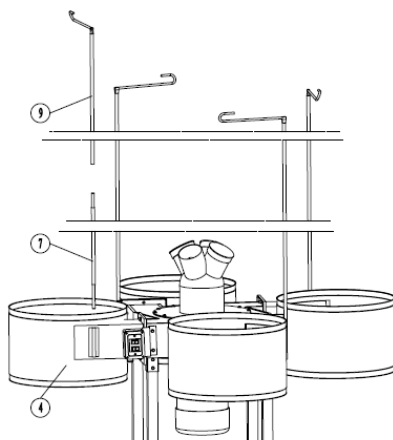

Рис. 6
Воткните опору верхнего мешка (7) в каркас. Установите крюк (9) на опору верхнего мешка (7). См. рис. 6.